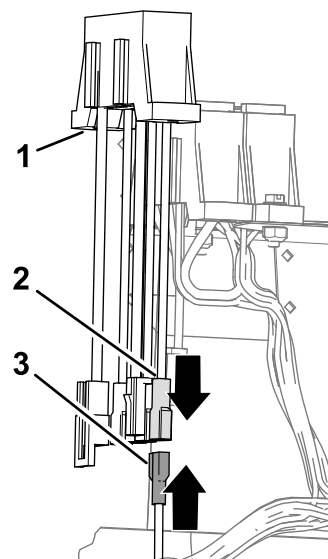

Figura 22
1. Collegate il connettore a lamelle del cablaggio preassemblato per il kit di finitura al connettore a presa del portafusibili ausiliario (Figura 22).